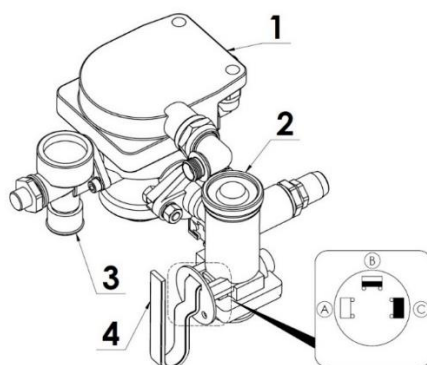

Рисунок 8-й Управляющий клапан и регулятор силы торможения двухпроводных пневматических тормозов:
Регулятор силы торможения (поз. 2) - рис. 8, используемый в пневматической тормозной системе, регулирует силу торможения в зависимости от степени заполнения кузова. Переключение в соответствующий режим работы осуществляется вручную путем изменения положения рычага (4). Это делается оператором машины перед